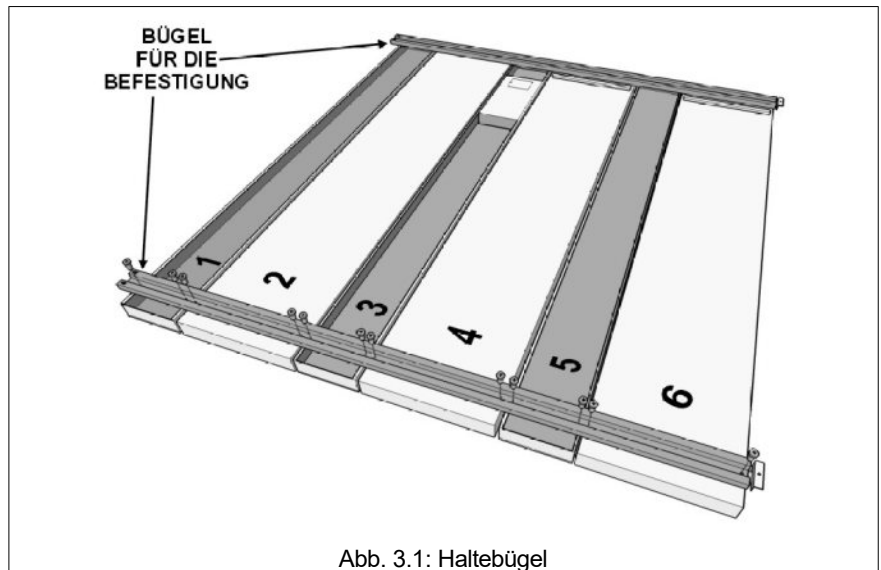

Abb. 3.1: Haltebügel
2. Wir empfehlen, zum Zusammenbau der einzelnen Teile der Anzeigetafel, Kartons oder sonstige Schutzvorrichtungen unterzulegen. Die Module mit der Vorderseite zum Fußboden gerichtet und entsprechend der auf der Rückseite aufgeführten Nummerierung anordnen (Abb.3.1), um die gewünschte Tafel zu bilden (siehe die verschiedenen Modelle auf Seite 46).
3. Die beiden Bügel auf den Modulen positionieren, wobei darauf zu achten ist, dass die Bohrlöcher übereinander liegen. Danach die Bügel mit den mitgelieferten Schrauben und einem Kreuzschraubenzieher fest an den Modulen befestigen (siehe Abb.3.1).